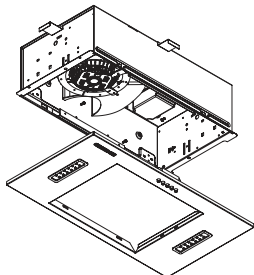

Fig. 14
- Retire la base en acero inoxidable. Ver fig. 14